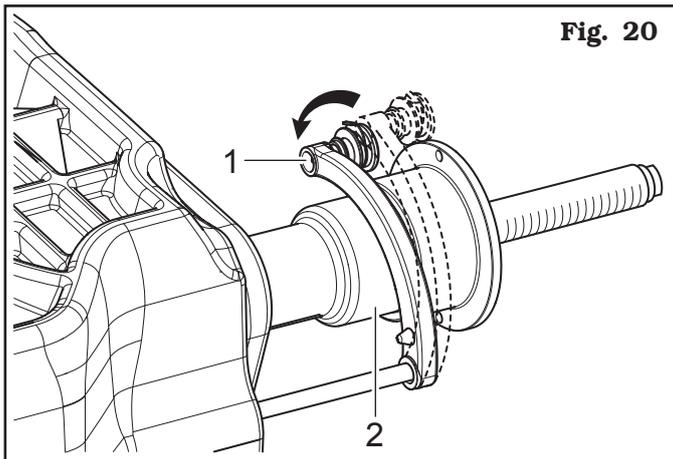

Fig. 20
PONIENDO REITERADAMENTE EL BRAZO DEL PALPADOR (FIG. 20 REF. 1) EN CONTACTO CON EL MANDRIL (FIG. 20 REF. 2), EL PROGRAMA PASARA CÍCLICAMENTE DE "ESTÁTICO 1" A "ESTÁTICO 2" A "ALU-S2", Y DESPUÉS VUELVE A EMPEZAR DESDE EL PRINCIPIO.
PONIENDO REITERADAMENTE EL BRAZO DEL PALPADOR (FIG. 20 REF. 1) EN CONTACTO CON EL MANDRIL (FIG. 20 REF. 2), EL PROGRAMA PASARA CÍCLICAMENTE DE "ALU-S" A "ALU-S1" A "ALU-S2", Y DESPUÉS VUELVE A EMPEZAR DESDE EL PRINCIPIO.
PRIMER MOVIMIENTO: para pasar de estático (STAT) a ST1 (ESTÁTICO 1) de manera automática, apoyar el brazo del palpador (Fig. 20 ref. 1) sobre la campana (Fig. 20 ref. 2).
SEGUNDO MOVIMIENTO: subiendo y bajando nuevamente el brazo del palpador se selecciona la modalidad ST2 (ESTÁTICO 2) (véase Fig. 20). Mantener la posición durante algunos segundos. La medición se adquiere cuando se visualiza el diámetro de la llanta registrado.
Para pasar de ALU-S a ALU-S1 de manera automática, apoyar el brazo del palpador (Fig. 20 ref. 1) sobre la campana (Fig. 20 ref. 2).
Subiendo y bajando nuevamente el brazo del palpador se selecciona la modalidad ALU-S2 (ver Fig. 20).